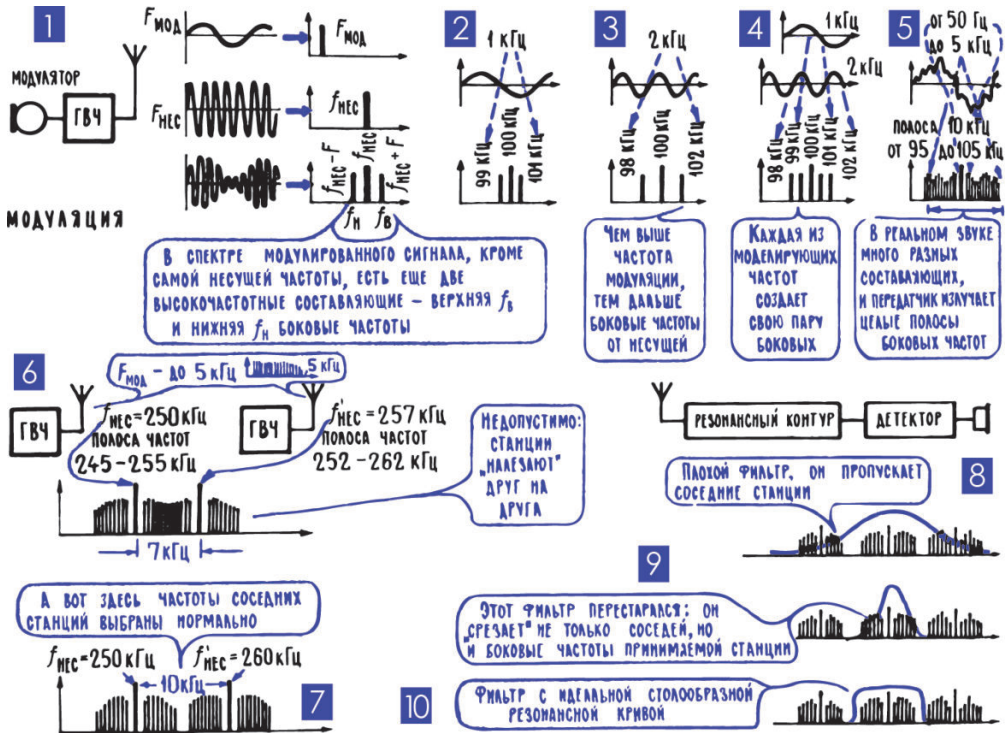

Рис. 13.4. Модуляция сигналов
7. В спектр модулированного сигнала входят составляющие несущей частоты и двух боковых частот (частотных полос). Пока нет модуляции, ток в передающей антенне – чисто синусоидальный ток. Но как только начнется модуляция, он уже перестает быть синусоидой в результате медленного изменения амплитуды (в процессе модуляции) высокочастотного тока, форма его несколько искажается. Короче говоря, модуляция есть процесс нелинейный, и в спектре модулированного сигнала появляются новые составляющие (гл. 8; 11). Математический анализ и точные измерения показывают, что эти составляющие появляются обязательно парами и что их частоты чуть выше и чуть ниже основной, или, как ее называют, несущей, частоты $f_{нес}$. При этом верхняя боковая частота $f_в$ и нижняя боковая частота $f_н$ отличаются от несущей ровно на частоту модуляции F (рис. 13.4).
Две боковые составляющие с частотами $f_{\text{В}}$ и $f_{\text{Н}}$ появляются в том случае, когда высокочастотный ток модулируется одним чисто синусоидальным низкочастотным сигналом. Если же таких модулирующих сигналов несколько, то каждый из них создаст свою пару боковых частот (рис. 13.4; 4). Реальный звуковой сигнал состоит из большого числа синусоидальных составляющих (гл. 7; 13), и при модуляции появляются целые полосы боковых частот (рис. 13.4; 5). Причем граничные боковые частоты – самая низкая из низших $f_{\text{Н мин}}$ и самая высокая из верхних $f_{\text{В макс}}$ – определяются высшей модулирующей частотой $f_{\text{макс}}$. Так, например, если несущая частота 100 кГц, а низкочастотный модулирующий сигнал имеет спектр от 200 Гц до 3 кГц (спектр речи), то получается $f_{\text{В макс}} = 103 \text{ кГц}$ и $f_{\text{Н мин}} = 97 \text{ кГц}$. А если ту же несущую модулировать сигналом, спектр которого 50 Гц – 10 кГц (спектр музыки), то получаются уже такие граничные боковые частоты – верхняя $f_{\text{В макс}} = 100 \text{ кГц}$ и нижняя $f_{\text{Н мин}} = 90 \text{ кГц}$.
сы частот зависит от того, каким сигналом модулирован высокочастотный ток: она равна удвоенной наивысшей частоте модуляции $F_{\text{макс}}$. В частности, при передаче речи (первый пример, полоса $\Delta F = 6$ кГц) передатчик излучает более узкую полосу частот, чем при передаче музыки (второй пример, полоса $\Delta F = 20$ кГц). Все это значит, что фильтр, который будет выделять нужную станцию, должен пропустить к детектору не только несущую частоту, но все боковые частоты, весь спектр модулированного сигнала, всю полосу частот, излучаемых передатчиком (рис. 13.4; 9, 10). И еще один вывод: нельзя назначать радиостанциям очень близкие рабочие частоты, нужно раздвигать несущие частоты так, чтобы спектр одного передатчика не налезал на спектр другого (рис. 13.4; 6, 7). Именно поэтому на некоторых диапазонах, не мешая друг другу, может работать очень много станций, а на других диапазонах мало.